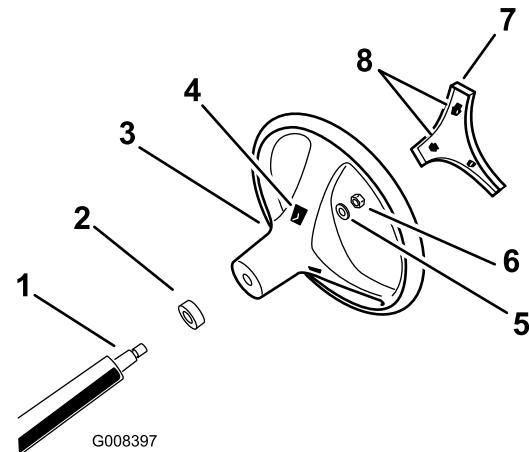

図 3
4. 図3に示すようにロックナットでハンドルを固定し、2429 N.m/253.0 kg/m = 1822 ft-lb にトルク締めする。
| 5. ハンドルのセンターカバーをハンドルのスロットに合わせて押し込み、センターカバーをハンドルハブに固定する図3。 | |